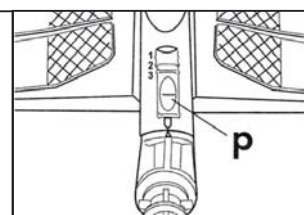

Fig. 15
- girar el codo de 180 hasta que las dos flechas (cepillo - codo) correspondan (Fig. 15);
- llevar la palanca (p) en la posición 2 de bloqueo BLOCKING o en la posición 3 ROTATION que permite la rotación del cepillo con respecto a los tubos de prolongación o al flexible. En el cepillo grande (2) y en el cepillo triangular (4) para la limpieza o la recogida del líquido de condensación, colocar un limpio y bloquearlo debajo de las palancas al efecto.